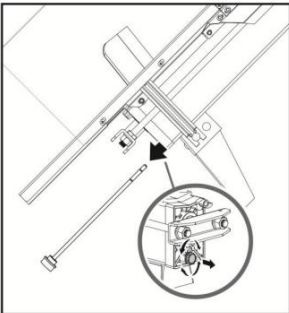

Fig. 10
2. Svitare il bullone di drenaggio dell'olio con l'asta di misurazione per rimuoverlo (fig. 10).